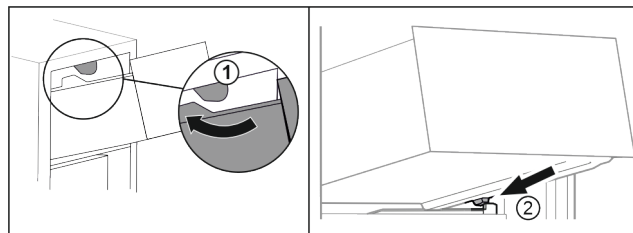

Fig. 65
- ▶ Обвести висувний ящик навколо верхнього стопора. Fig. 65 (1)
- ▶ Встановити висувний ящик за нижніми стопорами на ребро для резервуару навкосо. Fig. 65 (2)